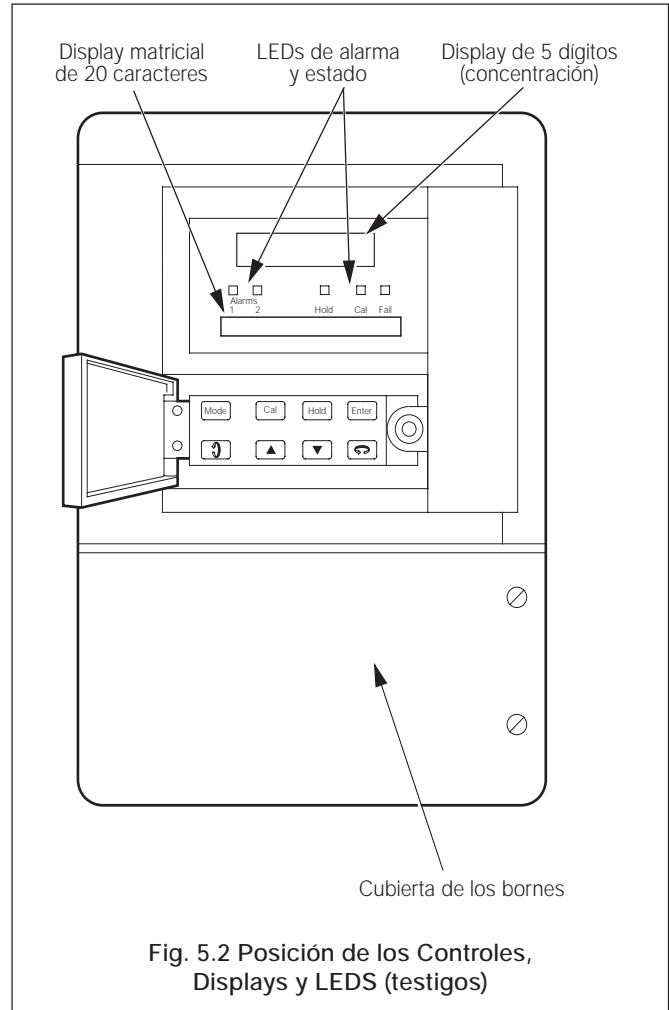

Fig. 5.2 Posición de los Controles, Displays y LEDS (testigos)
5.4 Tablero delantero de control – Fig. 5.2
5.5 Displays – Fig. 5.2
5.6 LED Indication – Fig. 5.2